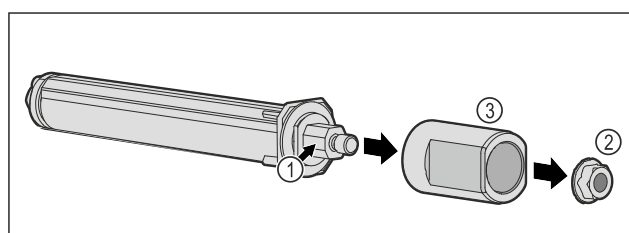

Fig. 54
- ▶ Nerozebírejte uzavírací systém dvířek Fig. 54 (1).
- ▶ Odstraňte matici Fig. 54 (2).
- ▶ Vyměňte objímku Fig. 54 (3).